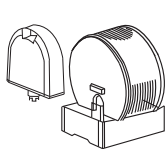

Рис. 15
- Для проведения чистки прибор может быть легко разобран без применения специальных инструментов. Если заправленный водой прибор не эксплуатировался в течение недели или более, то следует вылить всю воду из резервуара и выполнить чистку прибора (рис. 15–20).